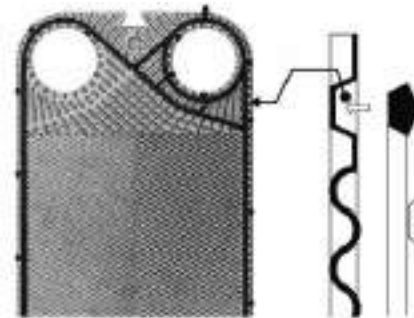

Abb. 6
- Befestigen Sie die Dichtung auf der Platte (Abb. 6), achten Sie darauf, dass die Leckanzeiger „A“ nach oben weisen und dass die Plug-Ins® korrekt in ihren Aussparungen sitzen (Abb.7). Kontrollieren Sie, ob die Dichtung korrekt in der Nut liegt und wenden Sie die Platte, um zu prüfen, ob alle Plug-Ins® richtig sitzen.